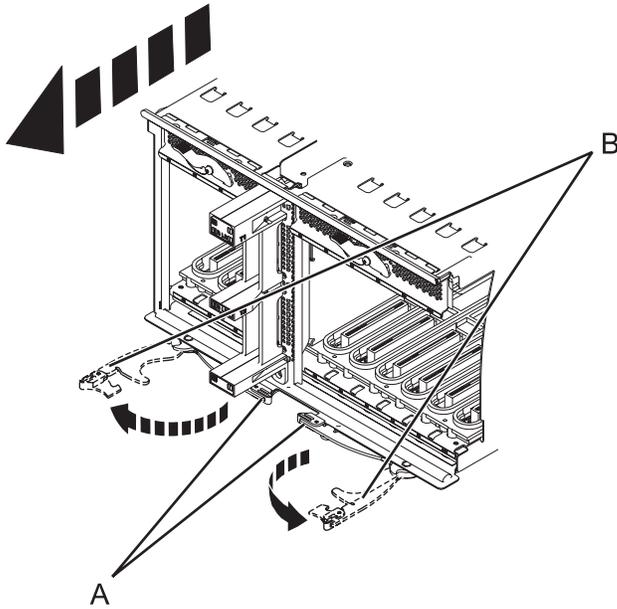

Abbildung 58. E/A-Systemplatine ausbauen
12. Drücken Sie die Entriegelungshebel (A) zusammen und ziehen Sie die Hebel (B) vom System weg heraus (siehe Abb. 58).